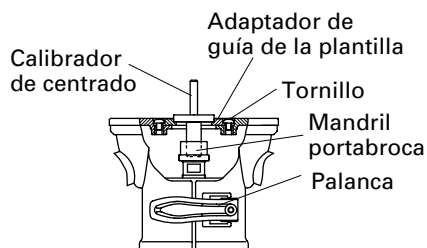

Fig. 9
- (2) Inserte el calibrador de centrado a través del orificio del adaptador de la guía de la plantilla y en el mandril portabroca. (Fig. 9)
- (3) Apriete el mandril portabroca con la mano.
- (4) Apriete la palanca. (Esto permite alinear el centro del adaptador de guía de la plantilla).
- (5) Apriete los tornillos del adaptador de guía de la plantilla, y extraiga el calibrador de centrado.